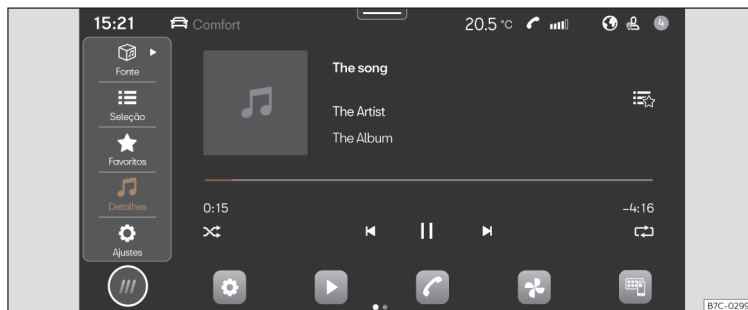

Fig. 128 Esquema: Vista Multimédia
- Pressione **HOME** > ► >>> Fig. 128.